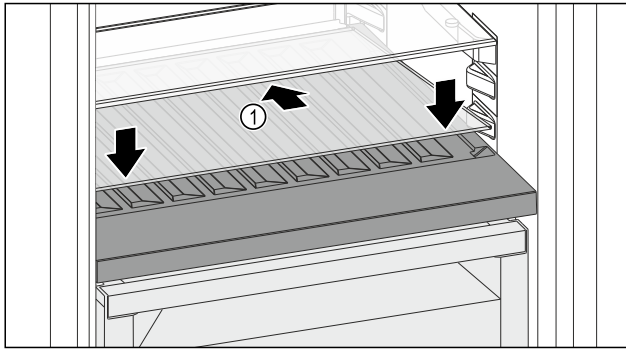

Fig. 120
- ▶ Helyezze be ferdén, hátul lefelé döntve az üveglapot Fig. 120 (1).
- ▶ Engedje le az üveglap Fig. 120 (1) elejét.